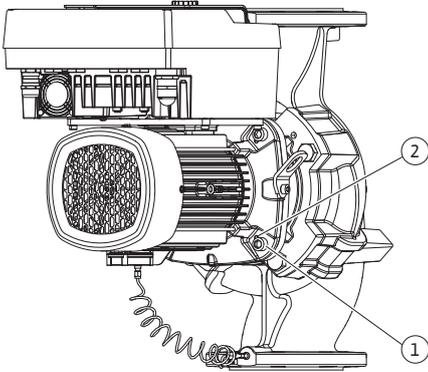

Fig. 10: Moottori-juoksupyöräyksikön painaminen ulos kierreareikien kautta
5. Paina moottori-juoksupyöräyksikkö (katso Fig. 4) ulos pumpun pesästä. Käytä siihen kahta kierreareikää (katso Fig. 10). Irrota kiinnitys kiertämällä sopivan pituiset M10-ruuvit kierreareikiin.
5. Irrota paine-eroanturin kiinnityslevy (Fig. I, pos. 13) moottorilaipasta avaamalla ruuvi (Fig. I ja Fig. III, pos. 10). Jätä paine-eroanturi (Fig. I, pos. 8) kiinnityslevyineen (Fig. I, pos. 13) riippumaan paineenmittausjohtoihin (Fig. I, pos. 7). Irrota tarvittaessa elektroniikkamoduulissa olevan paine-eroanturin liitäntäkaapeli.
6. Paina moottori-juoksupyöräyksikkö (katso Fig. 4) ulos pumpun pesästä. Käytä siihen kahta kierrereikää (katso Fig. 10). Irrota kiinnitys kiertämällä sopivan pituiset M10-ruuvit kierrereikiin.
8. Avaa kaksi ei-irrotettavaa suojalevyn ruuvia (Fig. I, pos. 27) ja ota pois suojalevy.
9. Vie kiintoavain, jonka avainväli on 18, 22 tai 27 mm, tiivistelaipan ikkunaan ja pidä akselia avainpintojen välissä (Fig. I, pos. 16). Irrota juoksupyörän mutterit (Fig. I, pos. 21). Juoksupyörä (Fig. I, pos. 21) irtoaa automaattisesti akselilta. Käytä valua olevissa juoksupyörissä ulosvedintä.
10. Avaa pumpun tyypistä riippuen ruuvit (Fig. II, pos. 10 a) tai (Fig. II, pos. 10 b).
11. Irrota tiivistelaippa kaksivartisella ulosvetimellä (yleisvetimellä) moottorin keskiöintiosasta ja vedä se pois akselista. Liukurengastiiviste (Fig. I, pos. 25) irtoaa samalla. Vältä tiivistelaipan kääntymistä kulmittain väärään asentoon.
12. Jos liukurengastiiviste on vaurioitunut, paina liukurengastiivisteeseen vastarengas (Fig. I, pos. 26) pois tiivistelaipassa olevasta kiinnityskohdasta. Aseta tiivistelaippaan uusi vastarengas.